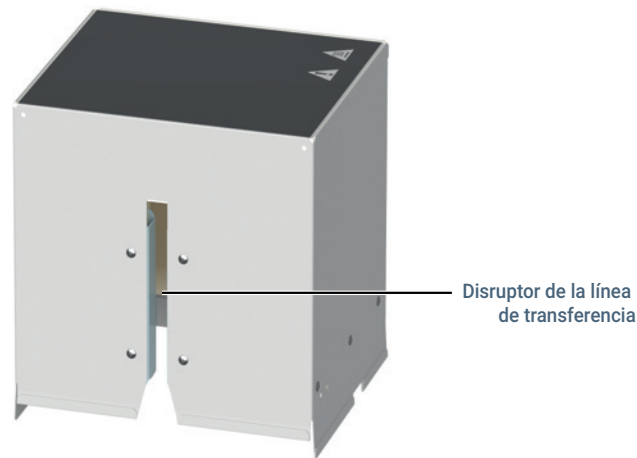

Figura 5. Disruptor de la línea de transferencia de la carcasa térmica de la válvula
- 1 Localice el disruptor de la línea de transferencia de la carcasa térmica de la válvula y alinéelo con la línea de transferencia (**Figura 5**).